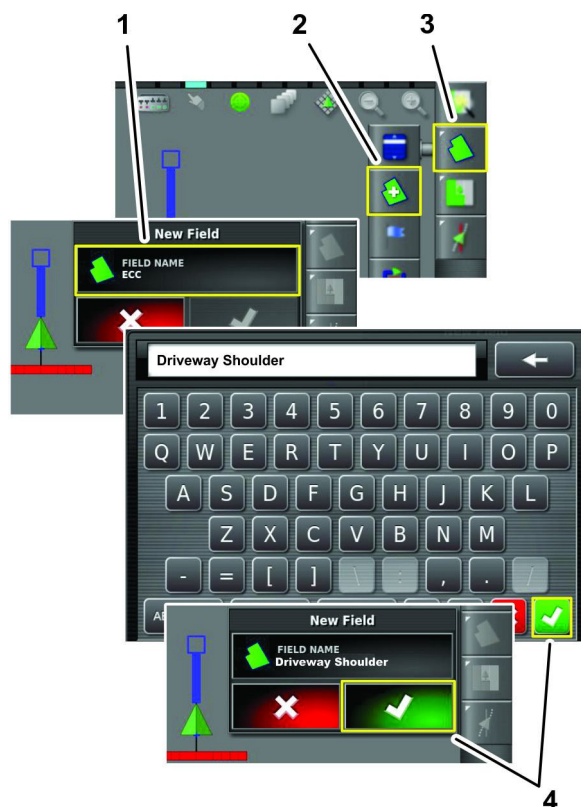

Bild 38
1. Tippen Sie auf das Symbol Feldmenü und dann das Symbol Neue Feldgrenze (Bild 38).
2. Tippen Sie auf das Symbol Feldname (Bild 38).
3. Geben Sie den Feldnamen mit der Bildschirmtastatur ein und tippen Sie auf das Bestätigen-Symbol (Bild 38).
4. Tippen Sie im Dialogfenster Neues Feld auf das Bestätigen-Symbol (Bild 38).